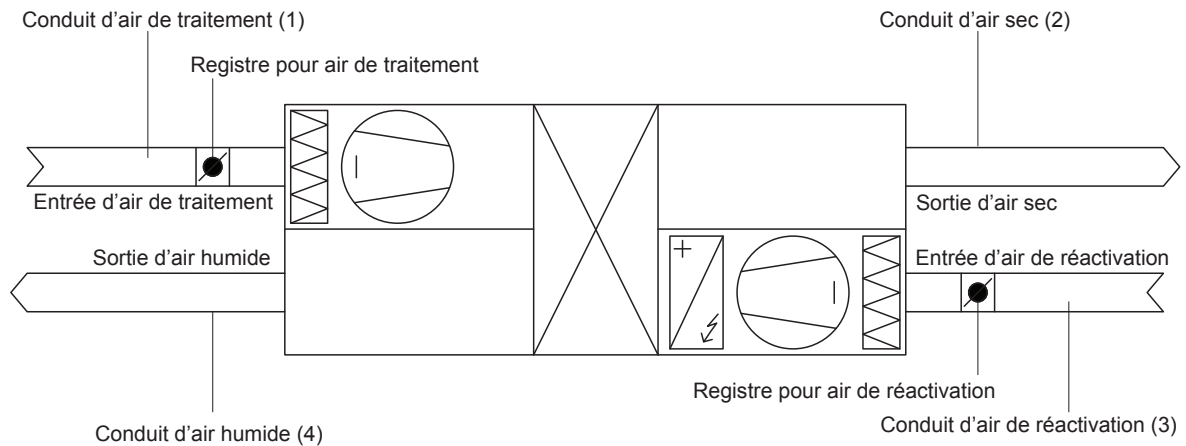

Fig. 6: Exemple d'emplacements des registres et de configuration de l'équilibrage d'air
- Ajouter un registre réglé manuellement dans le conduit d'air de traitement, comme illustré à la Fig. 6. Le registre doit être ajusté pour obtenir le volume d'air approprié en CFM, tel que mesuré avec des anémomètres appropriés.
- Ajouter un registre réglé manuellement dans le conduit d'air de régénération, comme illustré à la Fig. 6 above. Le registre doit être ajusté pour obtenir le volume d'air approprié en CFM, tel que mesuré avec des anémomètres appropriés.